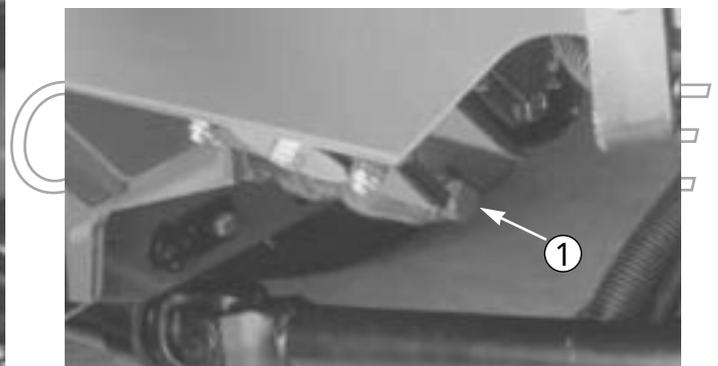

図 47
2. フィルタ（図47）についているほこりを落とさないように注意しながら、ボディー内部からフィルタを引き出す。フィルタをボディーにぶつけないように注意すること。